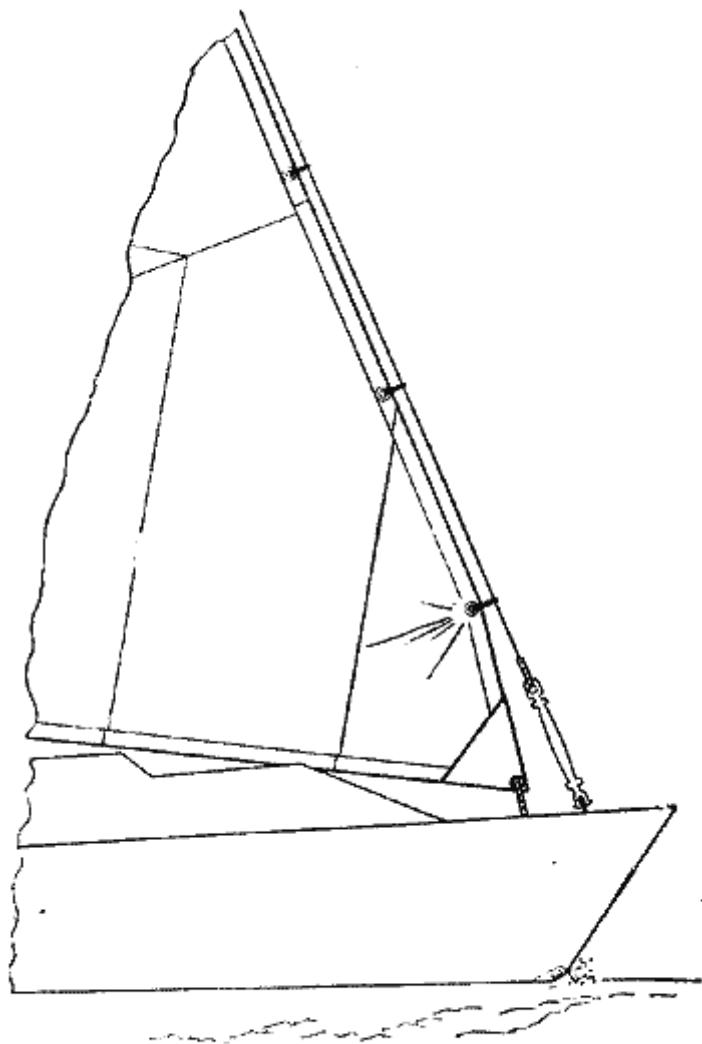

Рис. 32. Морщины у нижнего карабина появляются из-за того, что крепление галсового угла сдвинуто назад
**Передняя шкаторина стакселя.** Передняя шкаторина должна быть прямолинейной. Неполадки чаще всего бывают вблизи галсowego угла. Если он сдвинут слишком далеко назад от штага или вблизи галсового угла отсутствует какой-нибудь раке либо карабин, то это позволяет передней шкаторине отходить назад от первого снизу ракса или карабина, особенно когда парус поставлен на галс-оттяжке (рис.32).